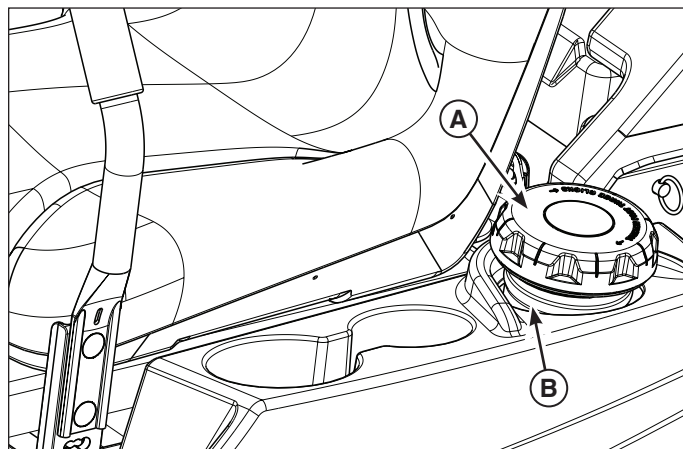

Figura 3
1. Limpie la suciedad y los desechos en el área de la tapa de llenado de combustible. Retire la tapa de llenado de combustible (A, Figura 3).
2. Llene el tanque con combustible. Para permitir la expansión del combustible, no llene el tanque por arriba de la parte inferior del cuello (B).